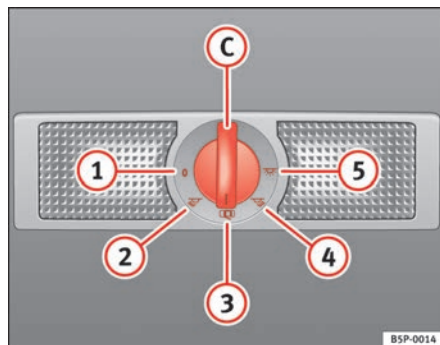

Fig. 83 Rivestimento interno del tetto: la luce interna e le luci di lettura posteriori
Con l'interruttore ⇒ fig. 83 C si possono selezionare le seguenti modalità:
Quando l'interruttore si trova nella posizione ⇒ fig. 83 ①, sia la luce principale che le luci di lettura sono spente.